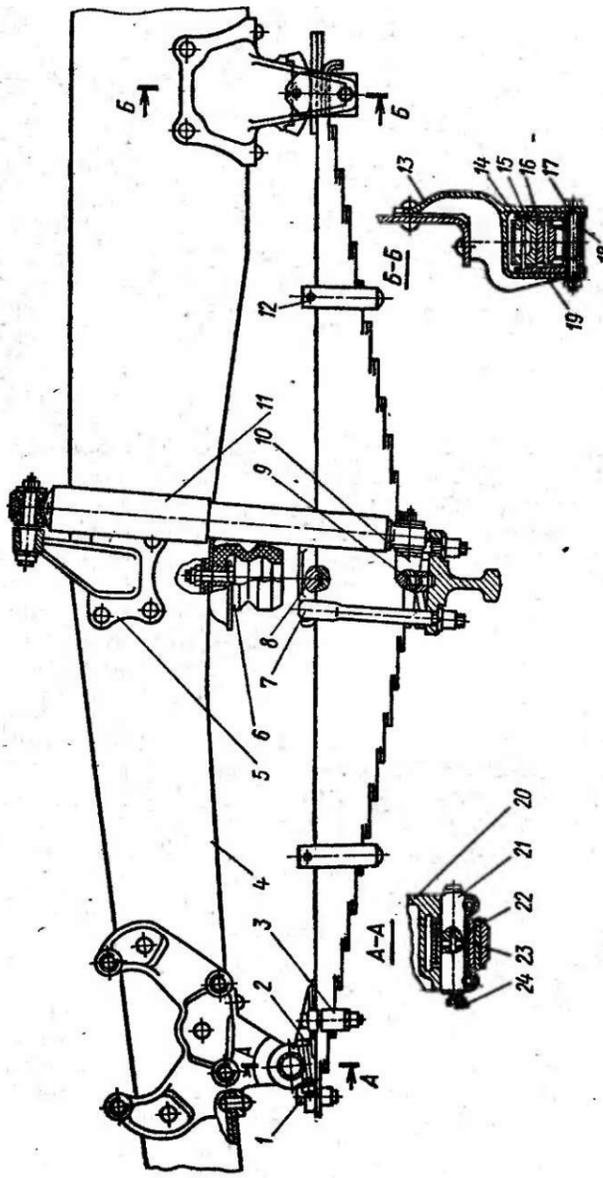

Рис. 82. Передняя подвеска автомобилей моделей 5320, 5410, 5511, 55102:
**Передняя подвеска автомобилей моделей 5320, 5410, 5511 и 55102** (рис. 82) осуществлена на двух продольных полуэллиптических рессорах, работающих совместно с двумя телескопическими амортизаторами и двумя полыми резиновыми буферами сжатия. Средняя часть рессоры прикреплена двумя стремянками 7 к площадке балки передней оси. Между рессорами и балкой установлены кронштейны /0 амортизаторов 11. Передние концы рессор ушками 23 с пальцами 21 прикреплены к кронштейнам 20. Задние концы передних рессор скользящие и опираются на сменные сухари 15 и боковые вкладыши 19. Рессора состоит из пятнадцати листов. Коренной и пятнадцатый листы — прямоугольного сечения, остальные листы — Т-образного сечения. На скользящем конце коренного листа прицеплена накладка 16, предохраняющая его от изнашивания. Пальцы рессор смазываются через масленку 24.